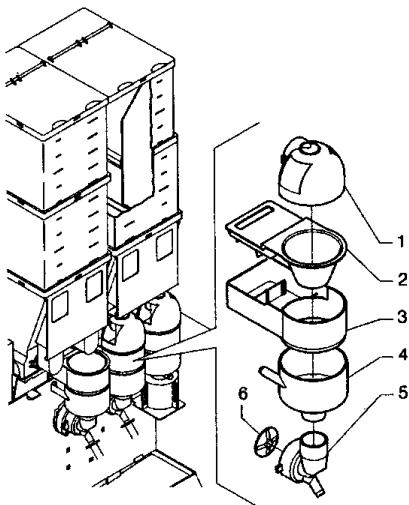

Рис. 8
- снимите крышки, воронки для порошков и воды, краны, ящики сбора порошков и колеса с миксеров (см. Рис. 8);